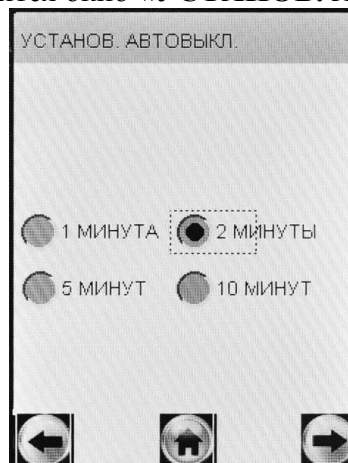

Рисунок 8 – Установка времени автоматического отключения
2.5.3.2 Для установки времени автоматического отключения в открывшемся окне «УСТАНОВКИ» выберите пункт «**ВЫКЛ.**» (рисунок 7), касаясь стилусом соответствующей иконки. На сенсорном экране появится окно «УСТАНОВ. АВТОВЫКЛ.» (рисунок 8).